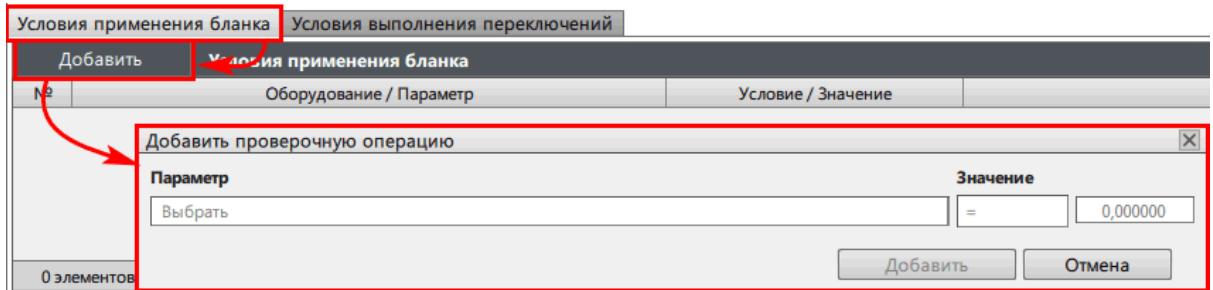

Рисунок 119 - Условия применения бланка
3. Добавьте условия применения бланка (Рисунок 119).